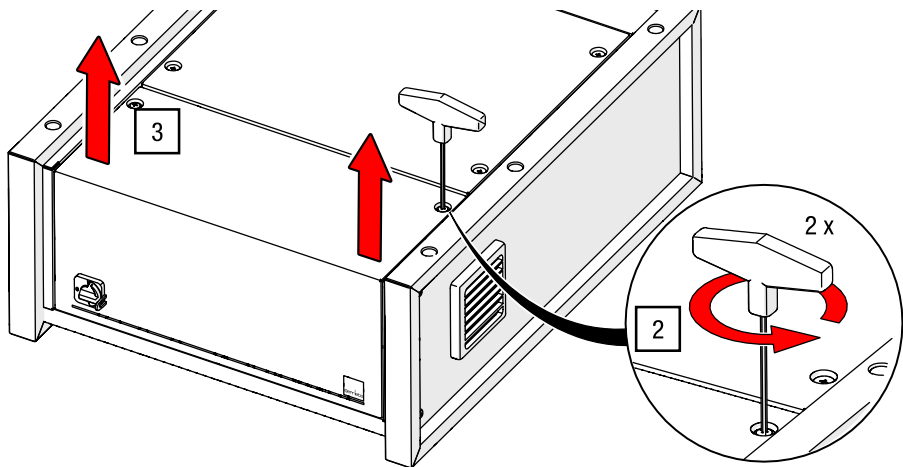

Abb. 29: Bedienfeld lösen und anheben (Modell kann abweichen)
Steuerung G-FRAME	- Das Bedienfeld ist an der Frontseite der liegenden Steuerung montiert (siehe Abb. 29) - Die Steuerung ist vom Netz getrennt
- Lösen Sie das Bedienfeld mit dem ISK SW 3 an beiden Seiten (siehe Abb. 29).
- Heben Sie das Bedienfeld von dem Steuerungskasten ab (siehe Abb. 29).